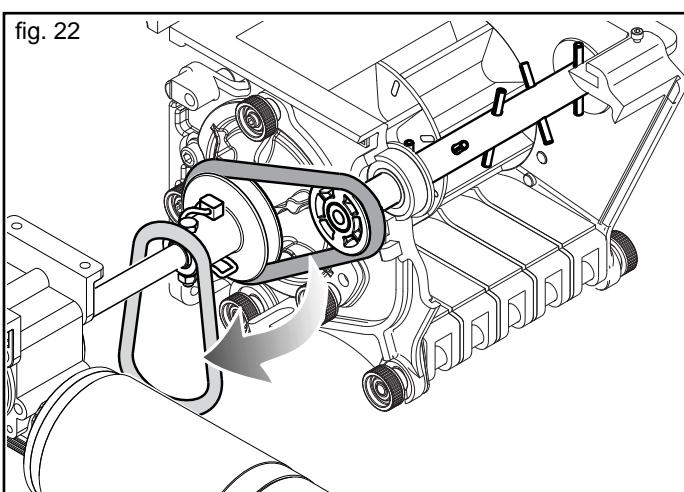

fig. 22
- Pour désactiver l'agitateur, soulever la courroie ronde sur le bord de la poulie motrice et, sur le côté opposé, tourner facilement le rouleau doseur dans la direction d' entraînement. La courroie sautera (Fig. 22).